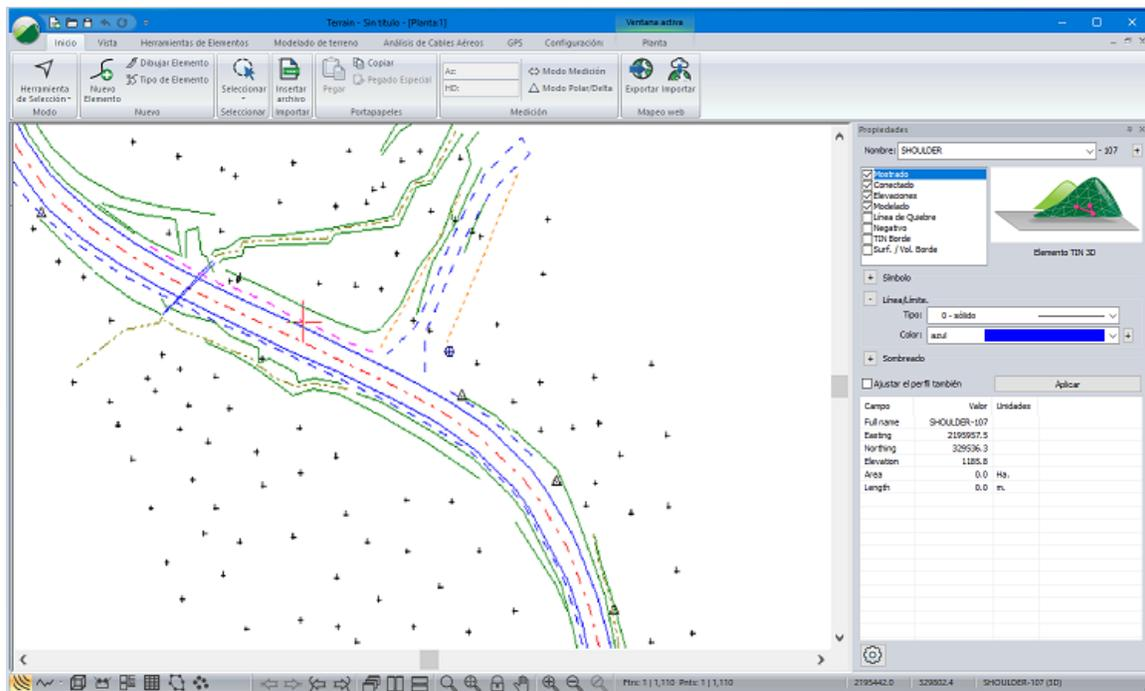

Figura 3-10: Archivo Survey1.txt Importado con Más Puntos Definidos
31. Esto abrirá el cuadro de diálogo de *Opciones de Importación*; haga clic en la pestaña de *Código* para ver los códigos extras definidos – no se requieren cambios. Presione OK para importar el archivo. Presione *Continuar*. La Ventana de Planta deberá ser similar a la Figura 3-10.